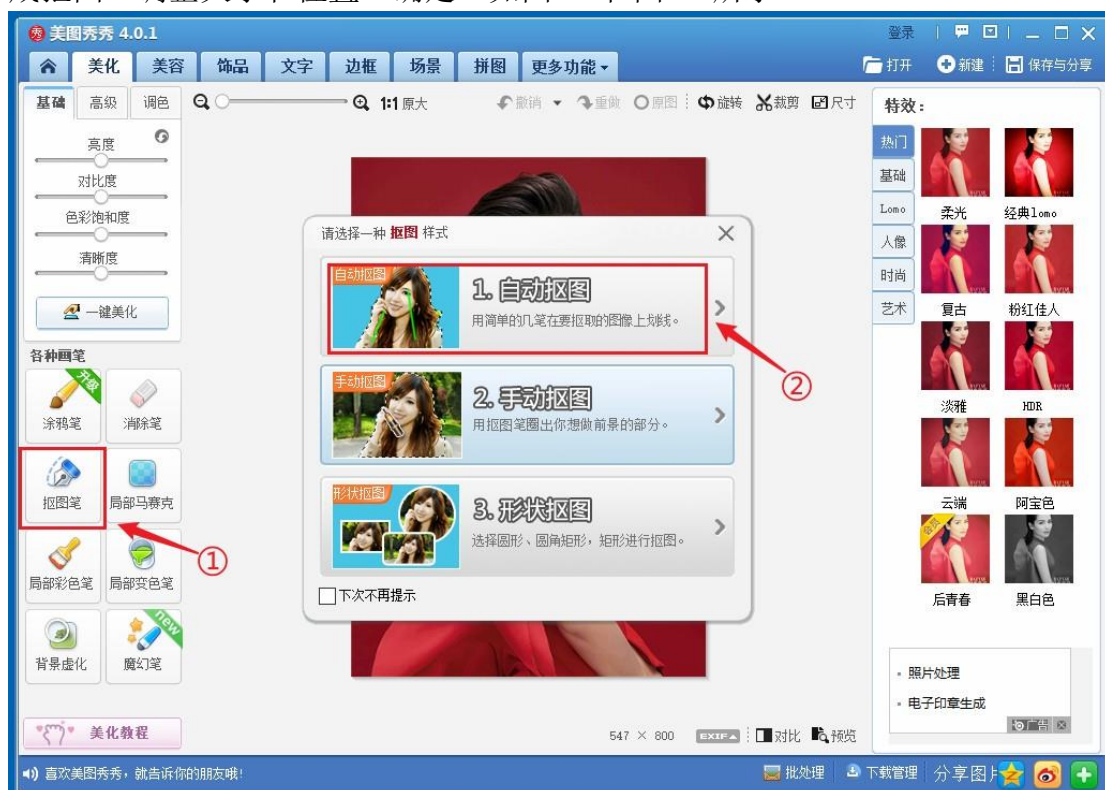
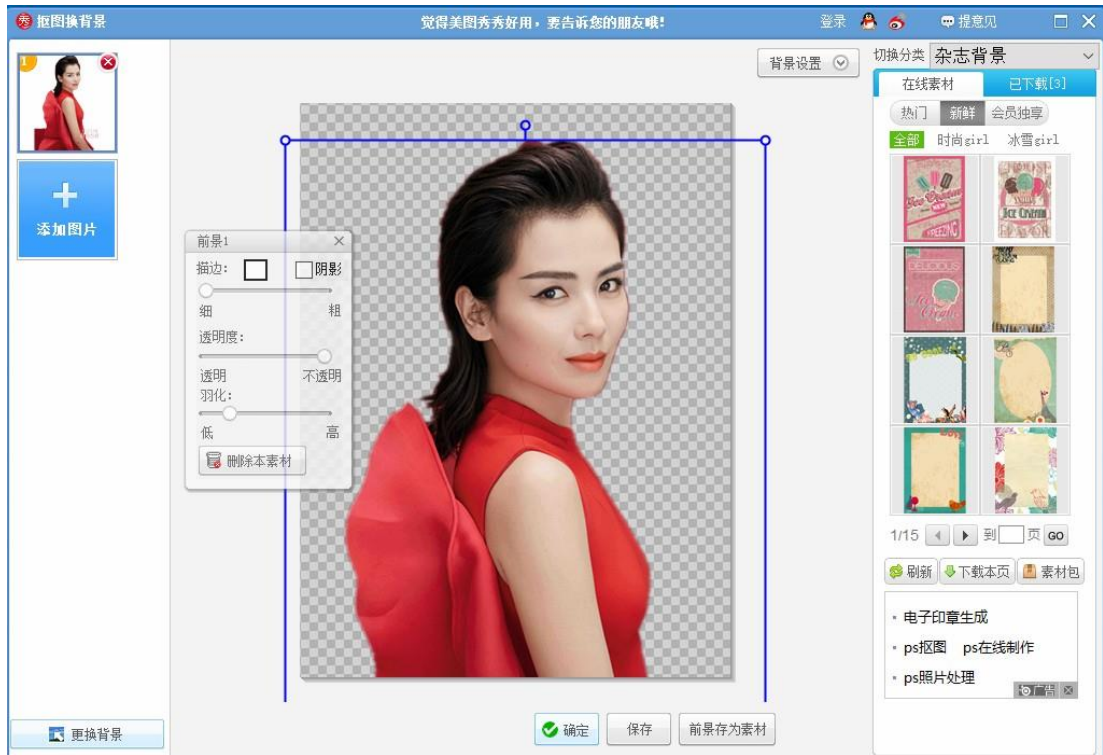

图 22 抠图笔自动抠图
图 23 抠图笔自动抠图完成并确定
(2) 抠图笔自动抠图去底，抠图笔->自动抠图->在要抠的区域上划线->完成抠图->调整大小和位置->确定。如图 22 和图 23 所示。